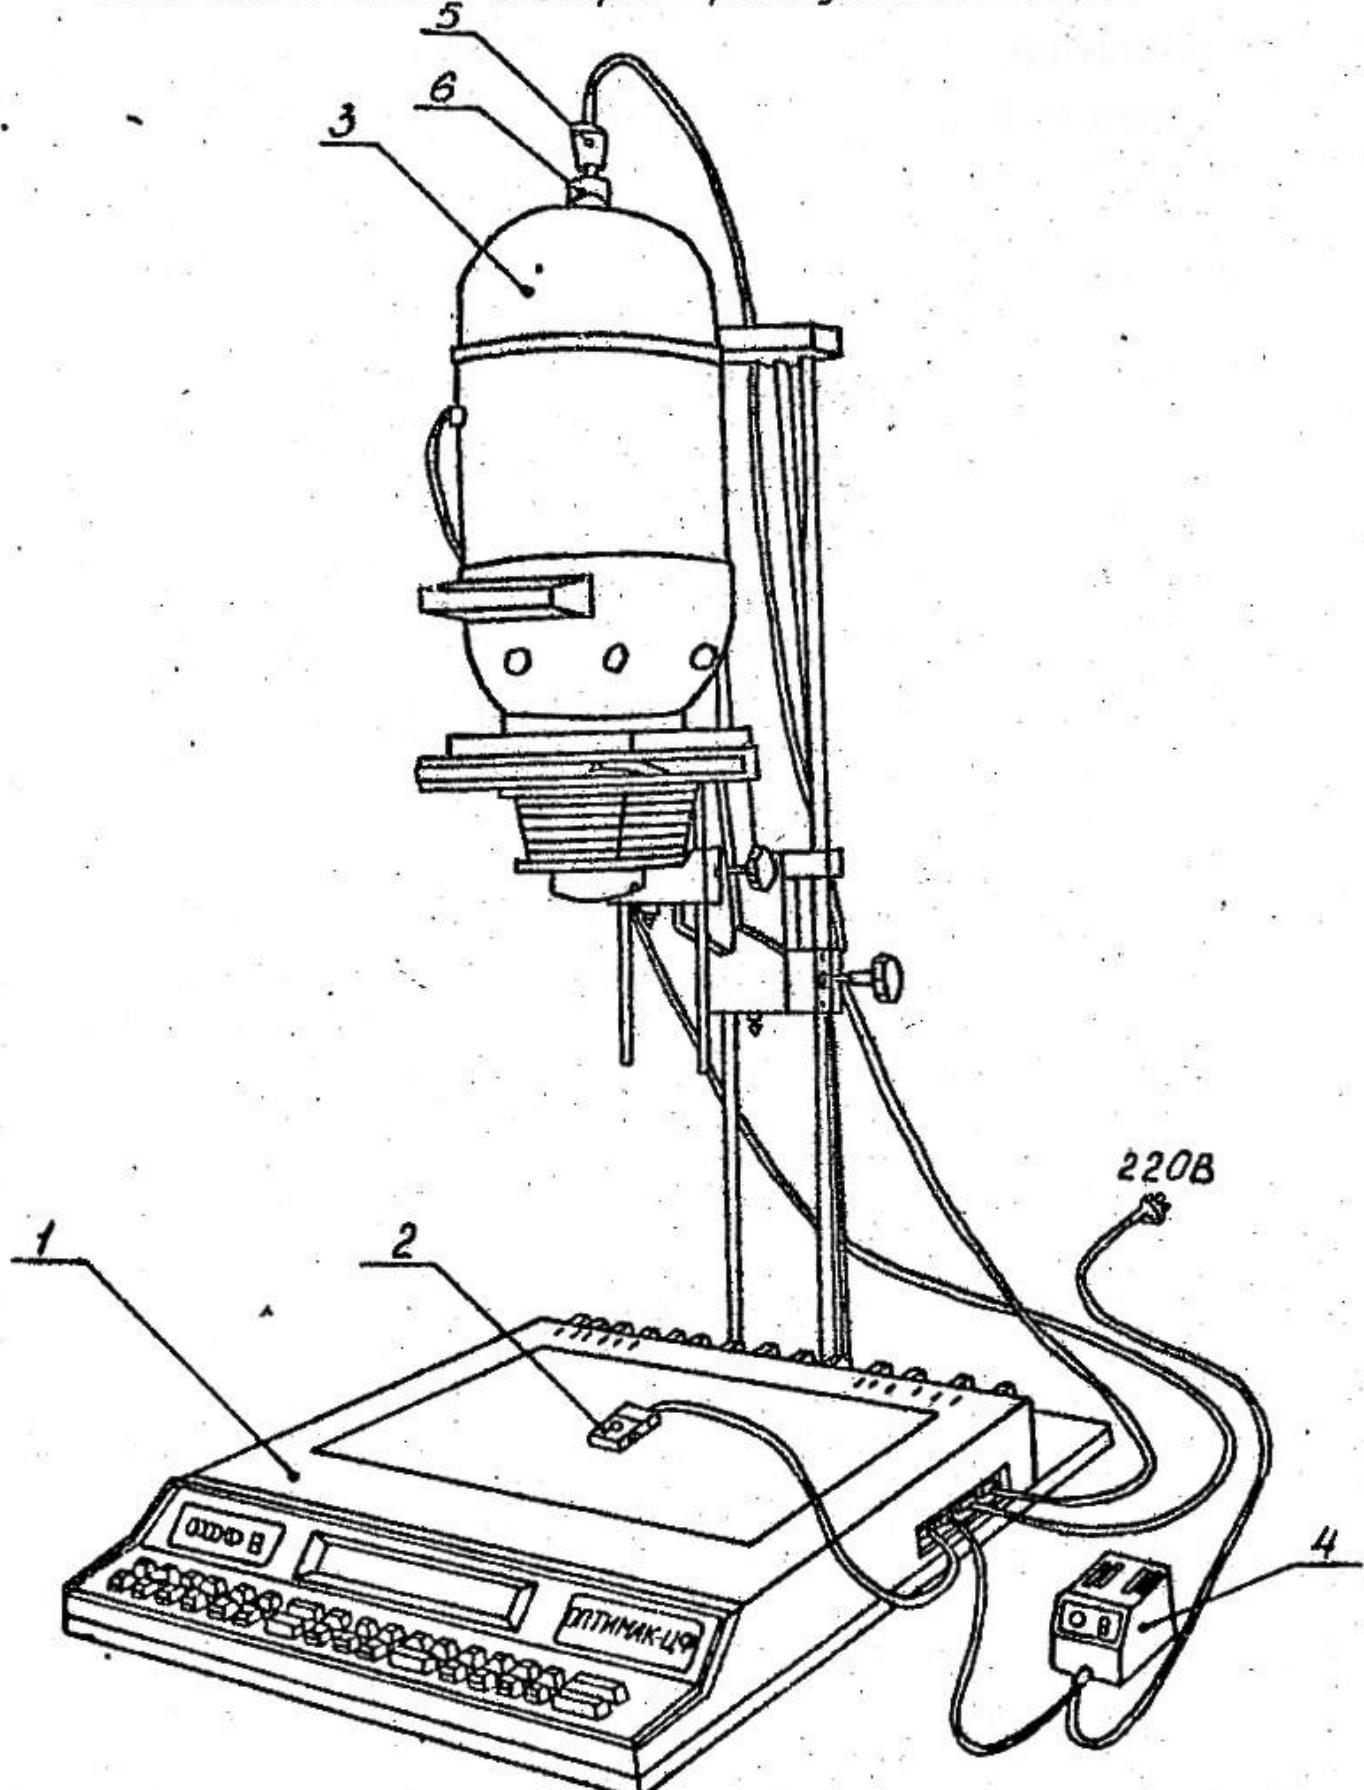

Рис.1
6.1. Установить блок управления поз.1 на подставку тоувеличителя в соответствии с рис.1. Извлечь пластину, установленную между механизмом смены светофильтров и крышкой блока комбинированного, через отверстие в крышке.